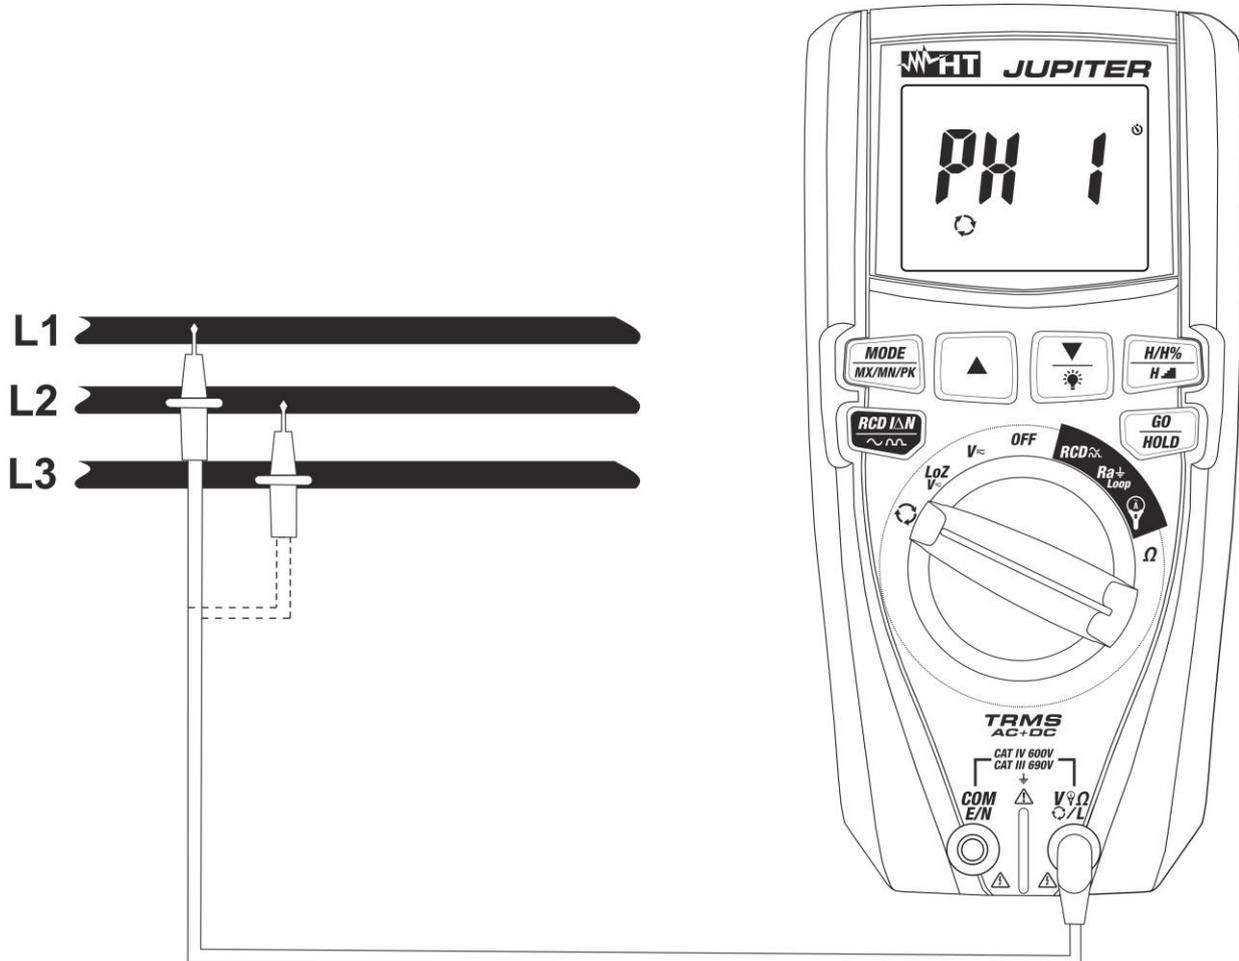
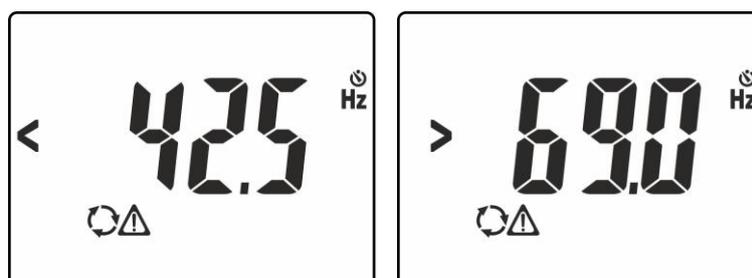
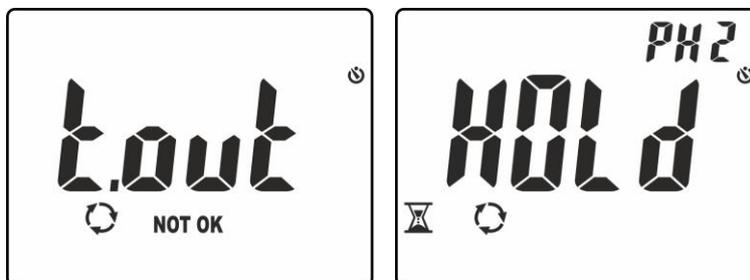

Fig. 12: Uso dello strumento per test di senso ciclico e concordanza delle fasi
Fig. 13: Segnalazione di tensione con frequenza errata
Fig. 15: Riconoscimento fase L1 e attesa per fase L2
3. Posizionare il puntale rosso sulla fase **L1** del sistema trifase in esame (vedere Fig. 12). I seguenti messaggi possono essere mostrati a display (vedere Fig. 13) a identificare la presenza di un segnale di tensione con frequenza esterna all'intervallo **42.5Hz ÷ 69Hz**. In tali condizioni lo strumento non esegue il test
6. Posizionare il puntale rosso sulla fase **L2** del sistema trifase in esame (vedere Fig. 12). Nel caso in cui il passaggio tra la fase L1 e la fase L2 avvenga in un tempo maggiore di **10s** lo strumento mostra il messaggio “**t.out**” a display (vedere Fig. 15 – parte sinistra) In condizioni corrette di tensione e frequenza, lo strumento mostra il messaggio “**HOLD**”, i simboli e “PH2” ed emette un suono continuo in attesa del riconoscimento di un valore stabile di tensione sulla fase L2 (vedere Fig. 15 – parte destra)